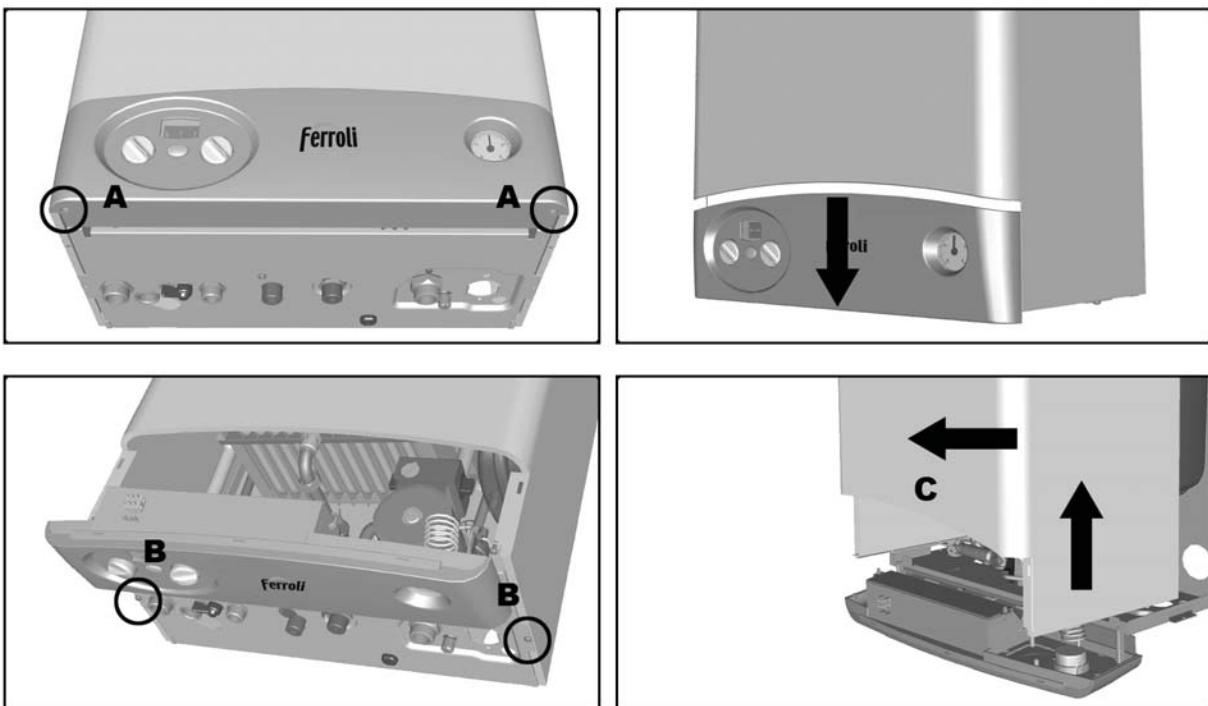

fig. 17 - Зняття кожуха
1. Вигвинтіть два гвинти А (див. fig. 17).
2. Опустіть панель приладів (див. fig. 17).
4. Цілком вигвинтіть два гвинти В (див. fig. 17).